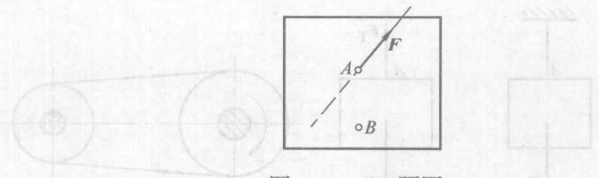

图 1-11 12 题图
12. 如图 1-11 所示, 设在物体 A 点处作用一个已知力 F , 如果在 B 点加一个力, 能否使该物体保持平衡? 为什么?